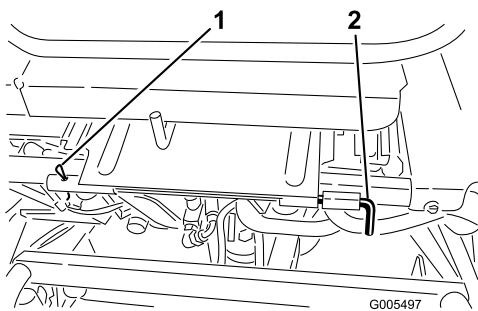

図 28
3. 座席を降ろし、回転軸を固定しているロールピンを抜き取る 図 28。